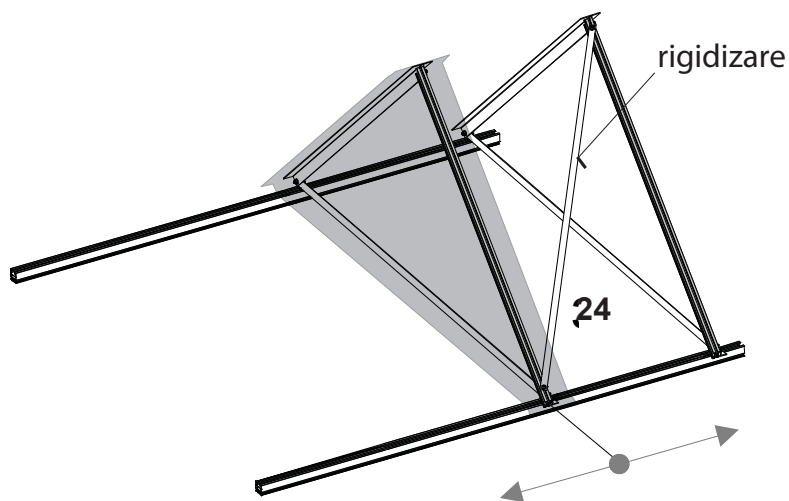

Fig. 19: Fixarea rigidizării
- Fixați rigidizarea pe suportul triunghiular și pe șină. (vezi Fig. 19). O rigidizare e suficientă pentru un set de suporturi. (pentru o lungime de șină de până la 6,15m).